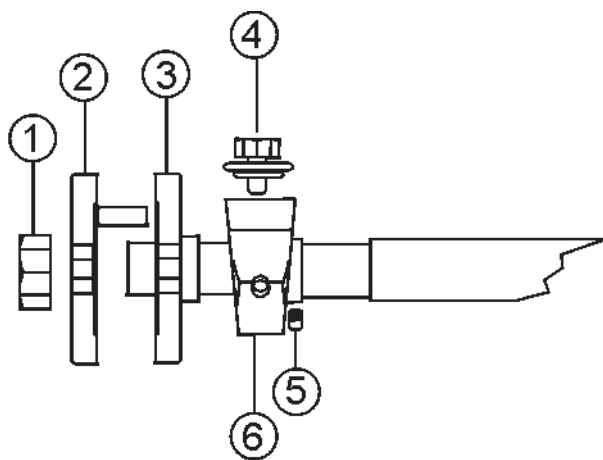
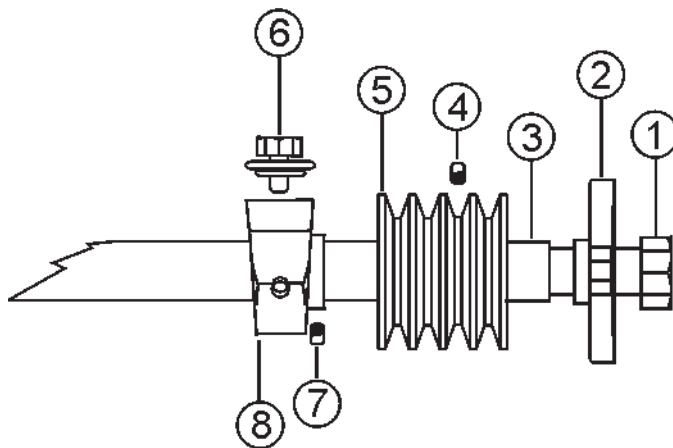

Figura 50. Cojinetes del disco de lado derecho.
Figura 51. Cojinete de la polea de lado izquierdo.
Con referencia a la Figura 50 y Figura 51 para los pasos del 4 al 9.
4. Retire la **tuerca hexagonal del disco** (Figuras 50 y 51, partida 1) y las **pestañas del disco adentro/afuera** (Figura 50, partidas 2 y 3)
5. Afloje el **juego de tornillos** (Figura 51, partida 4) y deslice la **polea** (Figura 51, partida 5) del eje del disco. Afloje el juego de tornillos del cojinete, retire el **tornillo del cojinete** (Figura 51, número 6) y deslice el **cojinete del eje del disco** (Figura 51, número 8) del eje del disco.
6. Afloje el **juego de tornillos** (Figura 50, número 5), retire el **tonillo del cojinete** (Figura 50, número 4) y deslice el **cojineta del eje del disco** (Figura 50, número 6) del eje del disco